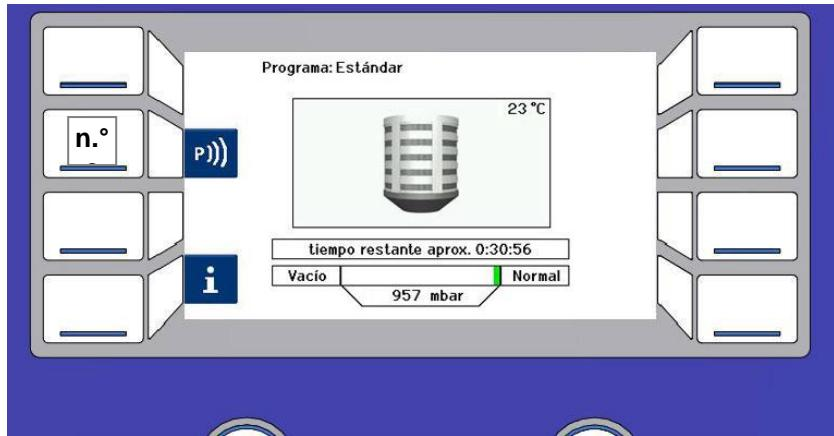

Fig. 15.2 Tecla de mando n.º 2
4. Pulse la tecla de mando n.º 2 (ver Fig. 15.2.n.º2). Se efectúa la transmisión de los datos.